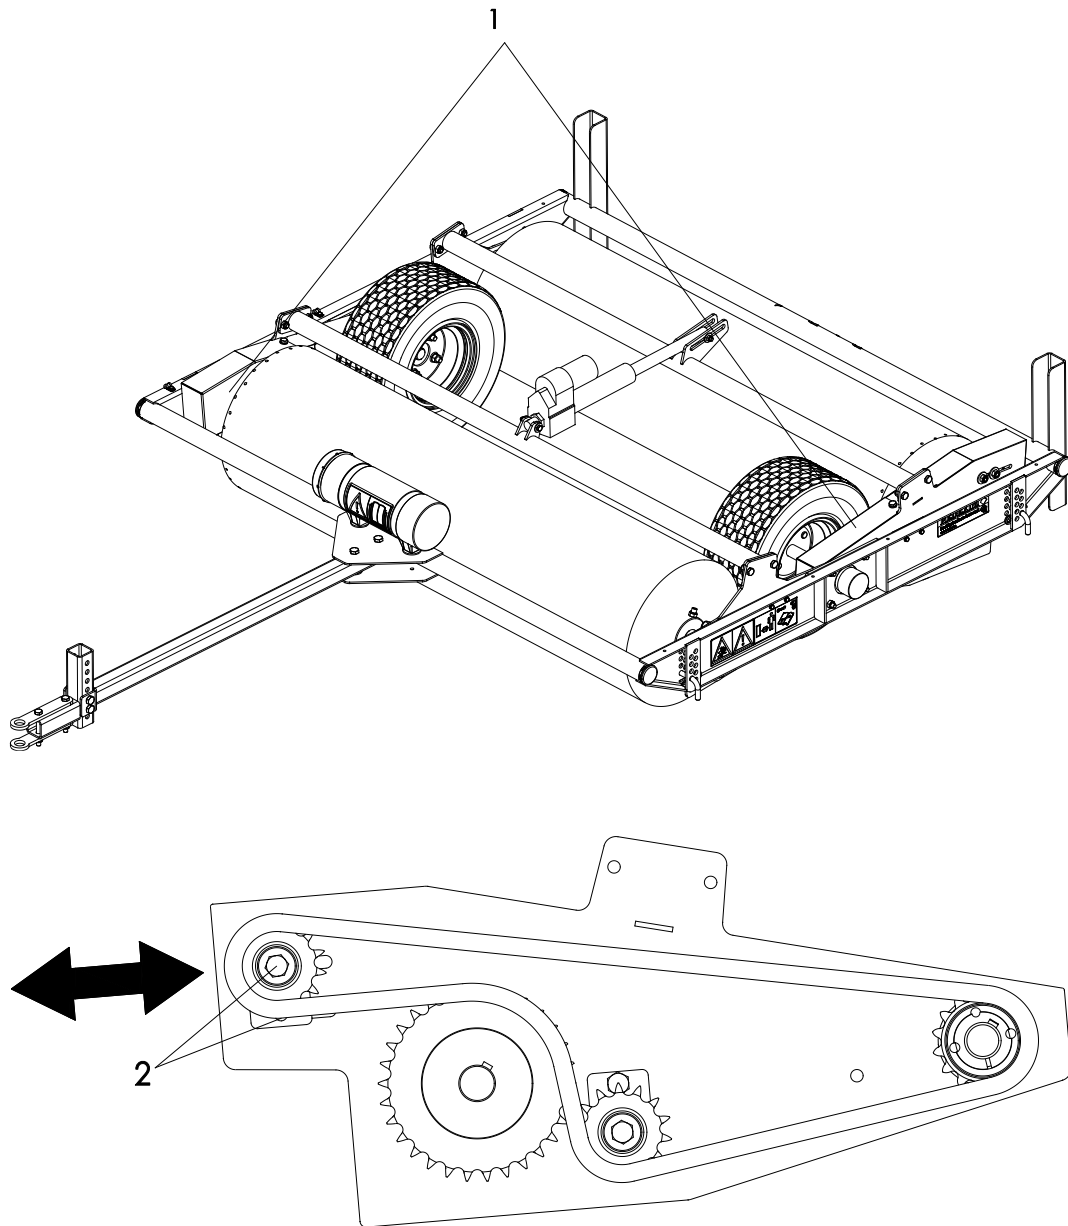

Fig. 11
1. Fjern sikkerhedshætterne (1) (fig. 11).
2. Skru møtrikkerne i valsen af og stram kæden (2) (fig. 11).